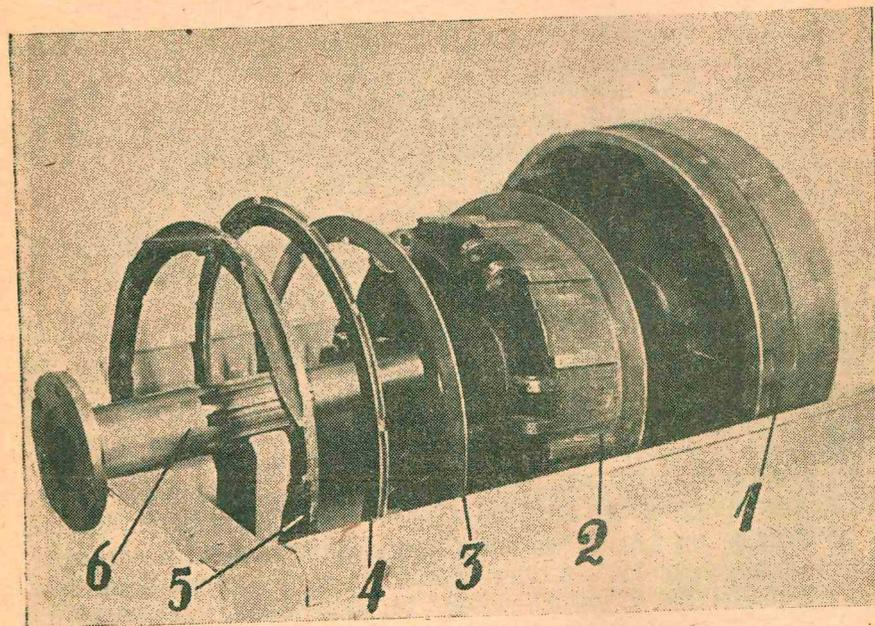

Рис. 53. Детали бортового фрикциона.
Бортовые фрикционы расположены в передней части танка и состоят из ведущих и ведомых частей фрикциона и привода к нему. К ведущим частям фрикциона (рис. 53) относятся вал фрикциона (9), внутренний барабан (2), шесть стальных дисков (10) и чугунный прижимной диск (5); к ведомым частям относятся: наружный барабан (1) и семь стальных дисков (11), обшитых феродо; к приводу управления относятся: двухплечий рычаг (7), нажимная муфта (8), нажимные рычаги (4), а также рычаги и тяги, идущие от места водителя к двухплечему рычагу.